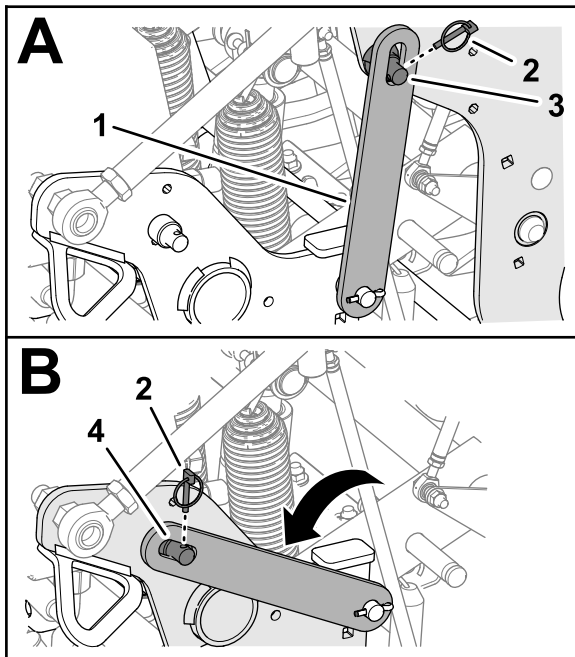

Figure 112
3. Retirez la goupille à anneau qui fixe le verrou de service à la tête d'aération (Figure 112).